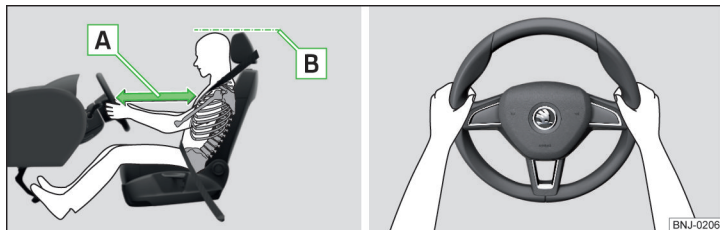

Abb. 2 Richtige Sitzposition des Fahrers / Richtige Lenkradhaltung
- ✓ Das Lenkrad so einstellen, dass der Abstand zwischen Lenkrad und Brustbein mindestens 25 cm beträgt » Abb. 2 - A.
- ✓ Die Kopfstütze so einstellen, dass die Oberkante der Kopfstütze sich möglichst auf einer Höhe mit dem oberen Teil Ihres Kopfes befindet (gilt nicht für Sitze mit integrierter Kopfstütze) » Abb. 2 - B.
- Während der Fahrt das Lenkrad mit beiden Händen seitlich am äußeren Rand in der „9-Uhr“- und „3-Uhr“-Position festhalten » Abb. 2. Niemals das Lenkrad in der „12-Uhr“-Position oder in einer anderen Art und Weise festhalten (z. B. in der Lenkradmitte, am inneren Lenkradrand u. Ä.). Anderenfalls könnte man sich bei der Airbagauslösung schwere Verletzungen an Armen, Händen und Kopf zuziehen.
- ✓ Die Kopfstütze so einstellen, dass die Oberkante der Kopfstütze sich möglichst auf einer Höhe mit dem oberen Teil Ihres Kopfes befindet » Abb. 2 auf Seite 11 - **B** (gilt nicht für Sitze mit integrierter Kopfstütze).
- ✓ Die Kopfstützen so einstellen, dass die Oberkante der Kopfstützen sich möglichst auf einer Höhe mit dem oberen Teil des Kopfes befindet » Abb. 2 auf Seite 11 - **B**.